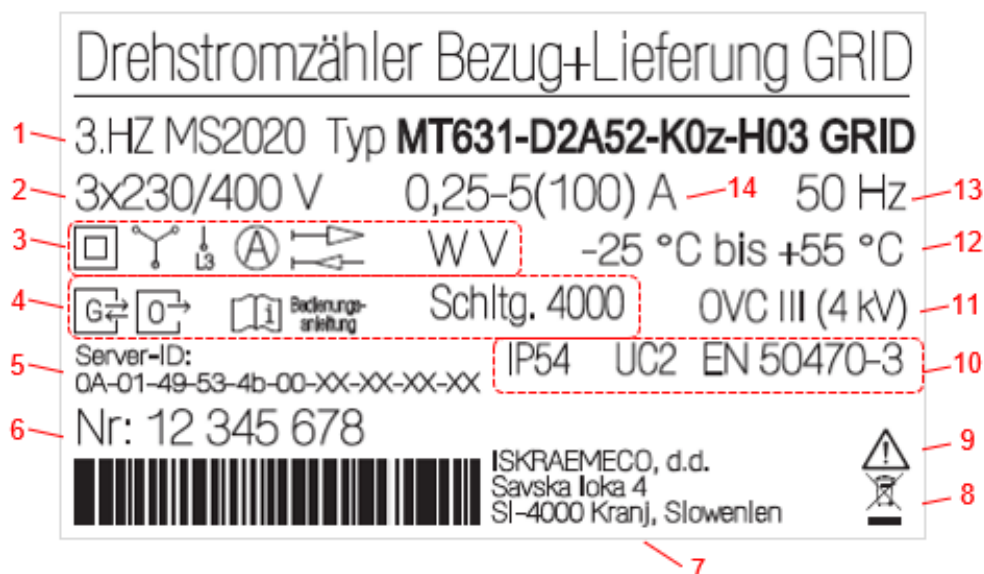

Abbildung 4: Zählereigenschaften auf einem Leistungsschild eines MT63x-D Direktzählers – Beispiel
- 10 Verschiedene Zählereigenschaften; siehe Abbildung 4 für weitere Informationen